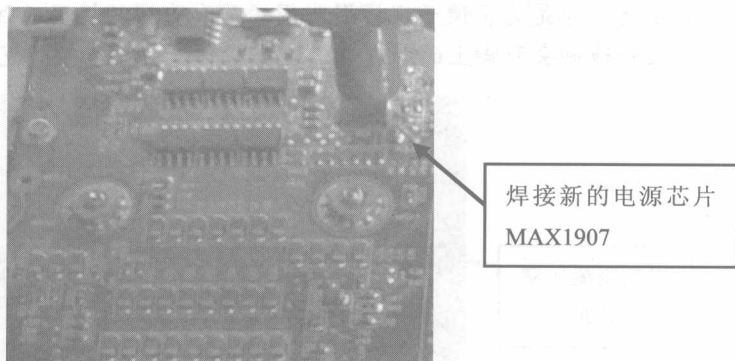

图 1-19
⑱焊盘清理完毕，把新的电源管理芯片按正确的位置放在焊盘上，小心地用钳子对齐引脚，然后就可以用风枪焊接了。在这里要注意风量不要太大，移到芯片上方时应垂直向下缓慢移动，可以先稍微加热，只要能够固定住芯片即可，如图 1-19 所示。